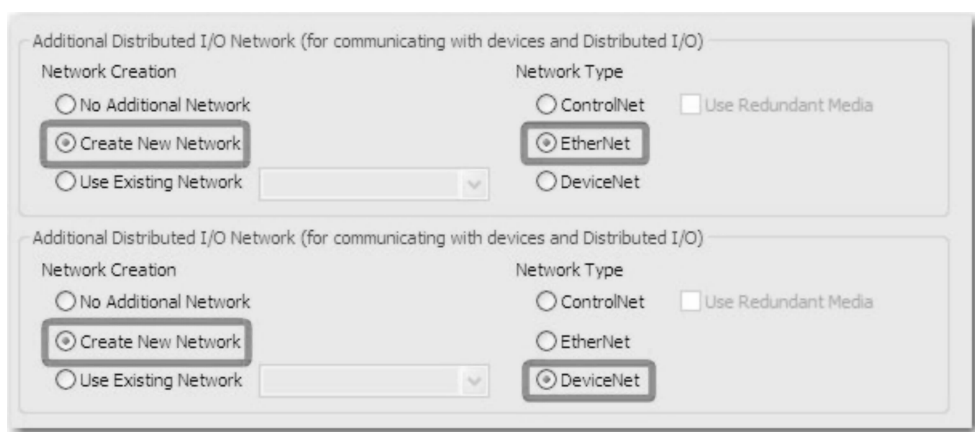

图 26-37 添加两个附加网络图
- 2) 创建新网络 DeviceNet，如图 26-37 所示。